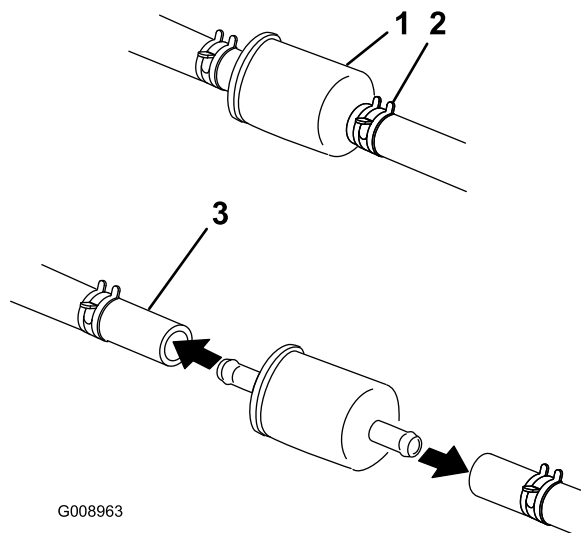

Figura 56
5. Cierre la válvula de cierre de combustible, situada debajo del asiento (Figura 56).
6. Apriete los extremos de las abrazaderas y deslícelas por el tubo alejándolas del filtro (Figura 56).
8. Instale un filtro nuevo y acerque las abrazaderas al filtro (Figura 56).